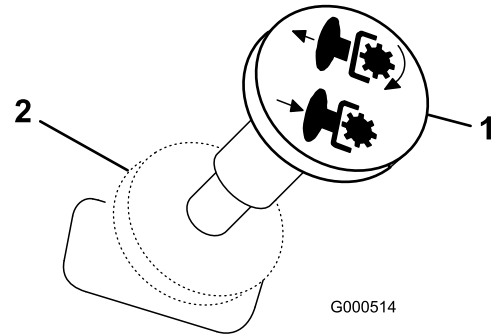

Figura 13
4. Innestate il comando della presa di forza estraendolo (Figura 13).
Per disinnestare la PDF spingete il relativo comando in posizione **Off** (Figura 13).